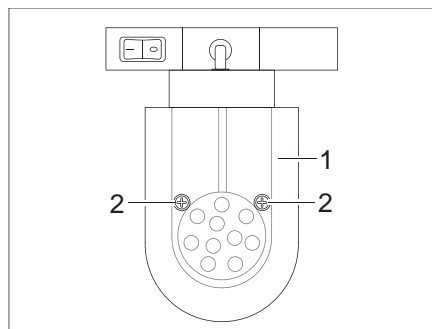

Bild 276 LED-spotlight (förskjutningsbar)
- Lossa fästskruvarna (Bild 276,2).
- Ta försiktigt bort lampglaset (Bild 276,1).